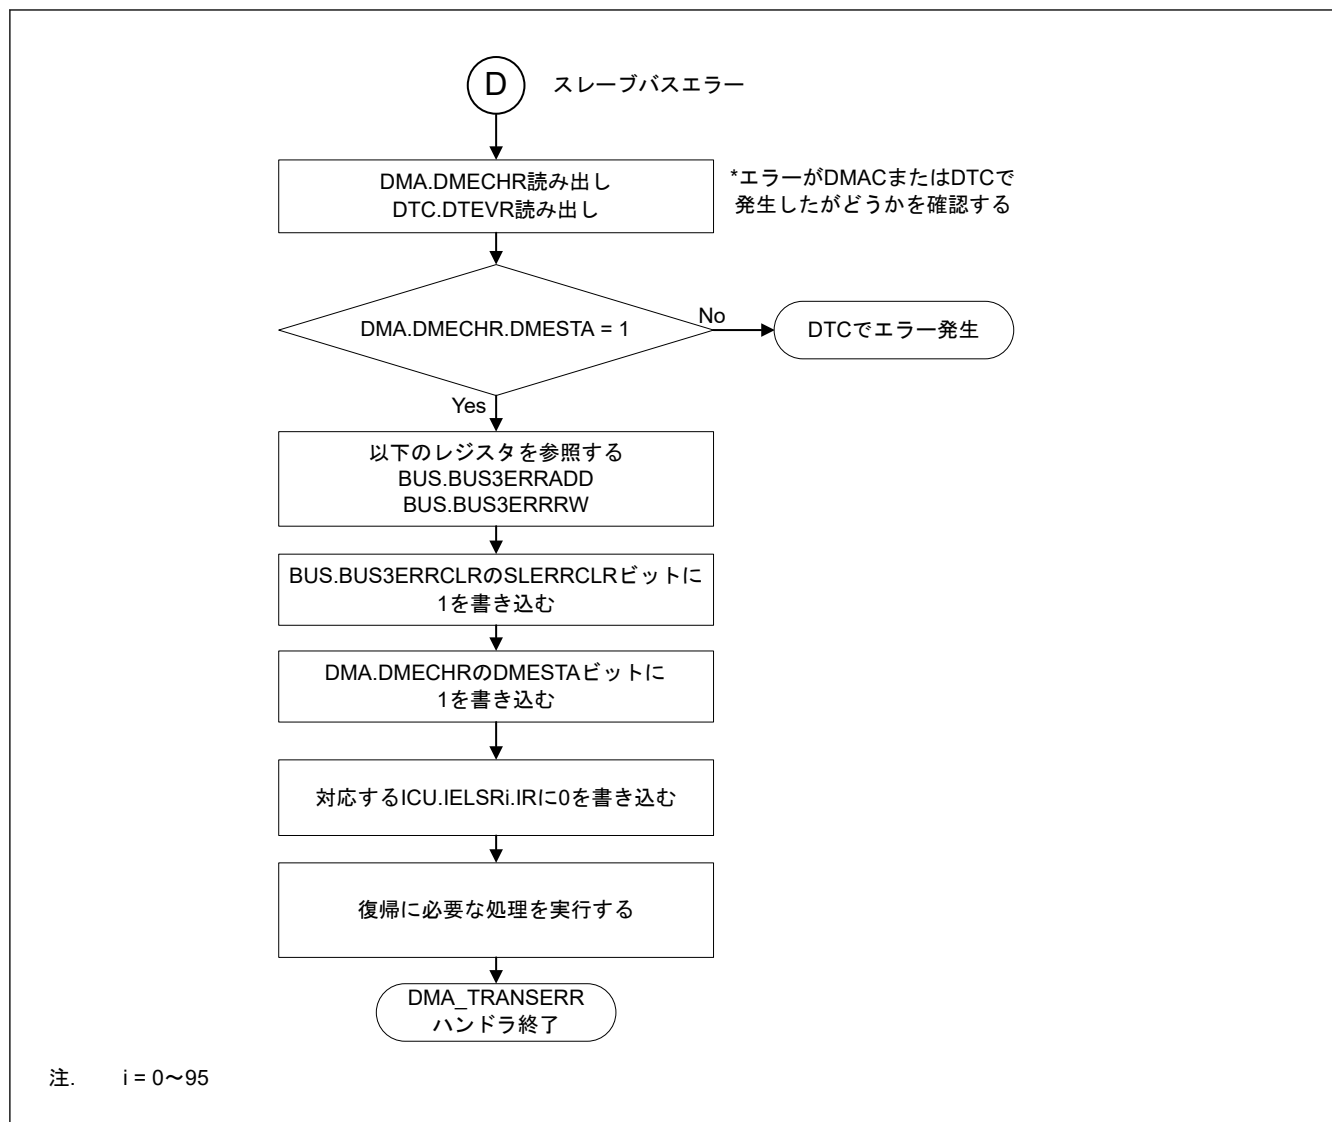

図 15.31 スレーブバスエラーによる DMA_TRANSERR ハンドラの処理
- 図 15.31 に DMAC のスレーブバスエラーが発生したチャネルとセキュリティ属性を確認するフローを示します。